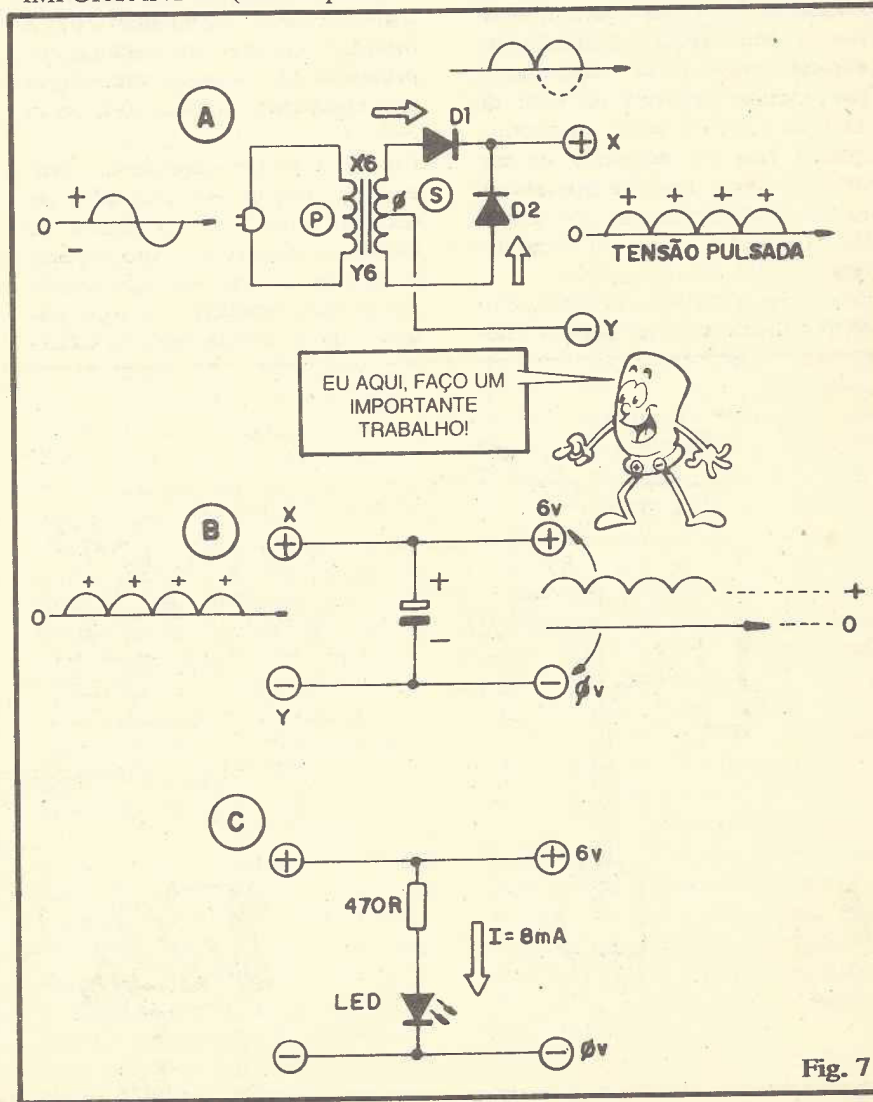

Fig. 7
- **FIG. 7 -** A Corrente Alternada captada na tomada é entregue inicialmente ao **primário (P)** do transformador (depois do chaveamento que "casa" o enrolamento à tensão da rede local). Este "transforma" a tensão, "abaixando-a" para os 6 volts desejados, porém ainda sob a forma de C.A. É aí que entra o trabalho dos diodos (D1 e D2) conforme vemos em 7-A. Como os diodos apenas permitem a passagem da corrente quando percorridos ou polarizados no sentido **direto** (ver OS DIODOS, lá na Lição Teórica, no início da presente Aula...) a forma de onda senoidal presente no **secundário** do transformador é **retificada**, de modo que nos pontos X e Y possamos obter uma tensão de **polaridade fixa** (o ponto cará sempre **positivo** em relação ao ponto Y, já que através desse
ponto X apenas se mostrarão os semi-ciclos **positivos**... os negativos sendo **ceifados**" pelos diodos...). Com os semi-ciclos **negativos** "proibidos" de passar (pela ação dos diodos), obtemos nos pontos X e Y uma tensão que, embora de polaridade constante, **não é** constante em sua "voltagem", uma vez que, obedecendo à própria forma de onda da C.A. ela vai de "zero" até um "pico" positivo, retorna a "zero", outra vez até o "pico" positivo, e assim por diante... Temos, então, o que chamamos de tensão **PULSÁTIL**... Até agora já obtivemos o **ABAIXAMENTO** da tensão para os 6 volts requeridos, e a **POLARIDADE CONSTANTE** também requerida... Porém ainda não temos uma real **CORRENTE CONTÍNUA**, como a fornecida por pilhas (uma vez que estas não fornecem a corrente aos "saltos", conforme temos na fig. 7-A...).
Com o valor empregado no circuito da FONTE (1000uF) esse tempo é bem **maior** do que a própria duração dos "pulsos" de corrente obtidos (são 120 por segundo, após a retificação feita pelos dois diodos - ver fig. 7-A). Ocorre então que, embora no primeiro momento (quando se liga a FONTE...) o capacitor demande um certo tempo para a sua **primeira carga**, ele nunca mais se apresentará completamente descarregado, já que antes que sua carga comece a esgotar-se (através das resistências naturais do próprio circuito da FONTE e do aparelho a ser alimentado...), novo semi-ciclo positivo é aplicado ao dito capacitor, como que mantendo sua carga "alta"! Assim, um capacitor de alto valor é capaz de "alisar" a forma de onda de uma C.C. pulsada (ver fig. 7-B). Essa pequena "ondulação" remanescente não tem muita importância na maioria das aplicações práticas... Temos, então, uma real **CORRENTE CONTÍNUA**, sob 6 volts, pronta a substituir, com vantagens, as pilhas eventualmente usadas na energização de circuitos que requeiram tal alimentação: